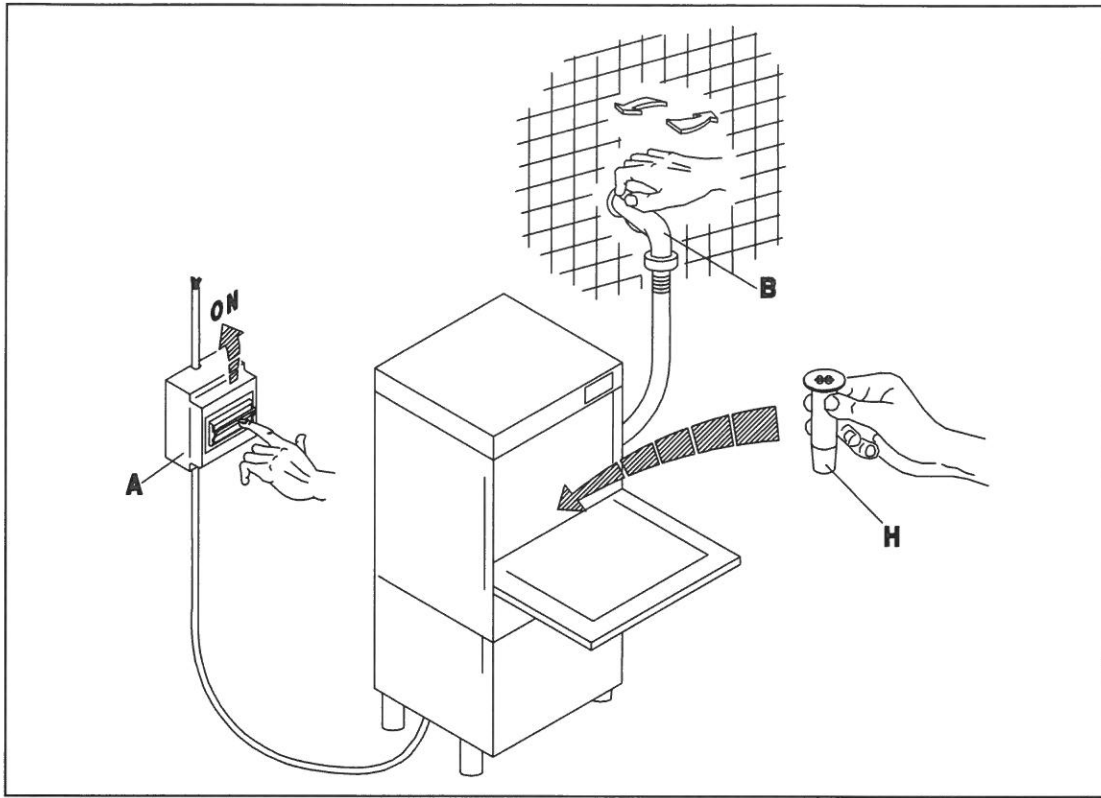

Рис. 3-1
- Откройте водопроводный кран (B) и включите главный выключатель (A). ВКЛЮЧИТЕ выключатель (1) машины, при этом загорится индикатор (A), показывающий, что машина включена. Когда дверца будет закрыта, машина начнет наполняться водой. Когда она наполнится водой, по очереди включатся нагревательные элементы бака и бойлера. После их включения загорятся индикаторы (D) и (E). Когда оба индикатора погаснут, это будет означать, что температура воды достигла заданного значения, и машина готова начать цикл мытья. (Рис. 3-1+3-2)
- Turn on the water tap (B) and switch on the master switch (A). Turn the appliance ON switch (1), which will cause the warning light (A) to illuminate, indicating that the machine is live. When the door is closed the appliance fills with water. When it is full, the tub and boiler heating elements come on automatically. When the elements are activated, the warning lights (D) and (E) are illuminated. When both warning lights go out the water has reached the set temperature and the appliance is ready to begin the washing cycle. (fig. 3-1+3-2)
- Öffnen Sie den Wasserhahn (B) und betätigen Sie den Hauptschalter (A). Beim Betätigen des Schalters (1) am Gläsererspüler wird die Anzeige (A) aufleuchten, an der Sie erkennen können, daß die Maschine unter Spannung steht. Bei geschlossener Tür läuft Wasser in die Maschine; ist die nötige Wassermenge einmal erreicht, so schalten die Widerstände des Spülbehälter und des Boilers automatisch ein. Der Betrieb der Widerstände wird durch das Aufleuchten der Anzeigen (D) und (E) erkennbar. Beide Leuchtanzeigen erlöschen, wenn das Wasser eine vorbestimmte Temperatur erreicht hat, d. h. wenn der Gläsererspüler betriebsbereit ist. (Рис. 3-1+3-2)
- Ouvrir le robinet (B) et insérer l'interrupteur général (A). Ouvrir l'interrupteur principal de l'appareil (1), le voyant (A) s'allumera ce qui signifie que la machine est branchée. L'appareil se remplit d'eau avec porte fermée et à la fin du chargement les éléments chauffants de la cuve et du boiler entrent automatiquement en action. Les voyants (D) et (E) s'allument quand les éléments chauffants fonctionnent. Les deux voyants s'éteignent dès que l'eau a atteint la température programmée et l'appareil est prêt pour commencer le lavage. (Рис. 3-1+3-2)
- Abrir el grifo del agua (B), conectar el interruptor general (A). Activar el interruptor principal del aparato (1); el encendido de la luz testigo (A) indica que la máquina está en tensión. Con puerta cerrada el aparato se llena de agua y cuando la carga esté terminada se conectarán automáticamente las resistencias del tanque y de la caldera. El funcionamiento de las resistencias es señalado por el encendido de las luces indicadoras (D) y (E). Cuando ambas luces se apaguen, el agua habrá alcanzado la temperatura programada y el aparato estará listo para empezar el lavado. (Рис. 3-1+3-2)
- Lorsque le remplissage est terminé, ouvrir la porte (I) et verser le détergent (environ 2 g pour chaque litre remplissant la cuve). Introduire le panier (L) plein et fermer la porte (I). Sélectionner ensuite le cycle de lavage en actionnant le bouton-poussoir (4) cycle court ( touche enfoncée ) ÷ cycle long ( touche relâchée ). A ce stade, presser le bouton-poussoir START (3) (au moins 2 secondes) et le cycle de fonctionnement commencera, visualisé par la lampe-témoin (C). La fin du cycle coïncide avec l'extinction de ce voyant. Pour arrêter la machine, il faudra débrancher l'interrupteur (1) en le ramenant sur la position (0): lampe-témoin (A). (Fig.3-1+3-3).
**N.B.:** Nous conseillons de faire démarrer le cycle d'usinage quand les deux voyants des éléments chauffants du boiler (D) et de la cuve (E) s'éteindront comme indiqué au point 3.1 Démarrage.
- Después del llenado, abra la puerta (I) y vierta el detergente (2 gramos aproximadamente por litro de capacidad de la cuba). Introduzca el cesto (L) carga y cierre la puerta (I). Seleccione el ciclo de lavado por medio del selector (4) ciclo breve ( tecla pulsada ) + ciclo largo ( tecla soltada ). Pulse ahora START (3) (almenos durante 2 segundos) para arrancar el ciclo de trabajo: se enciende la luz testigo (C), que se apagará al final del ciclo. Para apagar la máquina desconecte el interruptor (1) posición 0, luz testigo (A) apagada. (Fig.3-1+3-3).